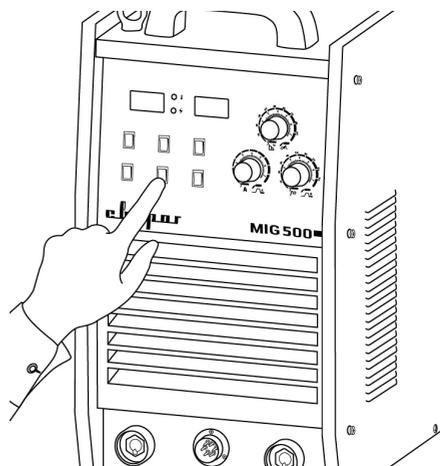
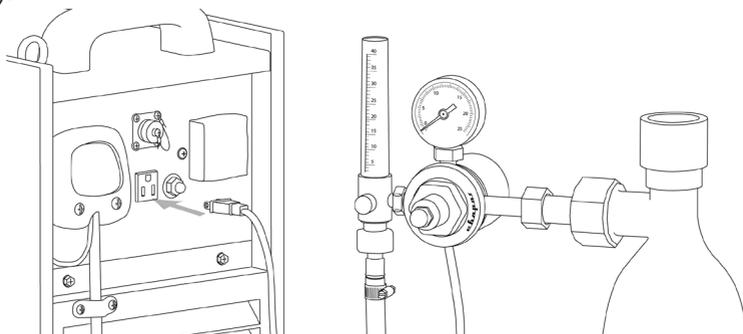

Рис. 8.20. Выбор защитного газа.
Рис. 8.25. Подключение подогревателя газа.
4. Выберите защитный газ (См. рис. 8.20). Защитный газ выбирается в зависимости от требований, предъявляемых к сварочному шву (См. раздел 10). При выборе CO2 рекомендовано использовать подогреватель газа (См. рис. 8.25).
При интенсивной работе внизу баллона  $CO_2$  может образовываться большое количество влаги из-за перепада температур. Чтобы избежать попадания влаги в сварочный шов и возможного обмерзания редуктора/регулятора газа, на задней панели аппарата установлен специальный разъём с напряжением питания 36В для подключения подогревателя газа (См. рис. 8.25).